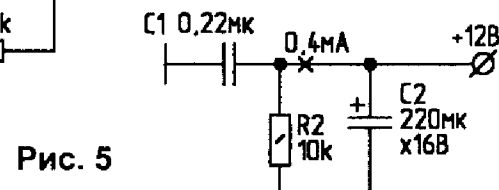
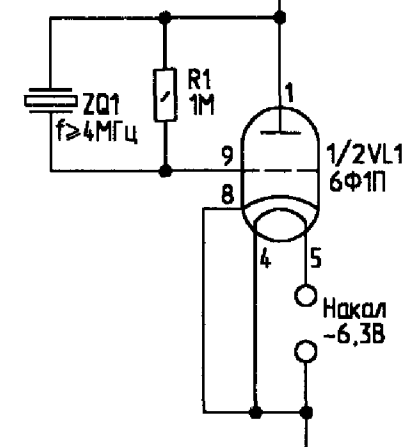
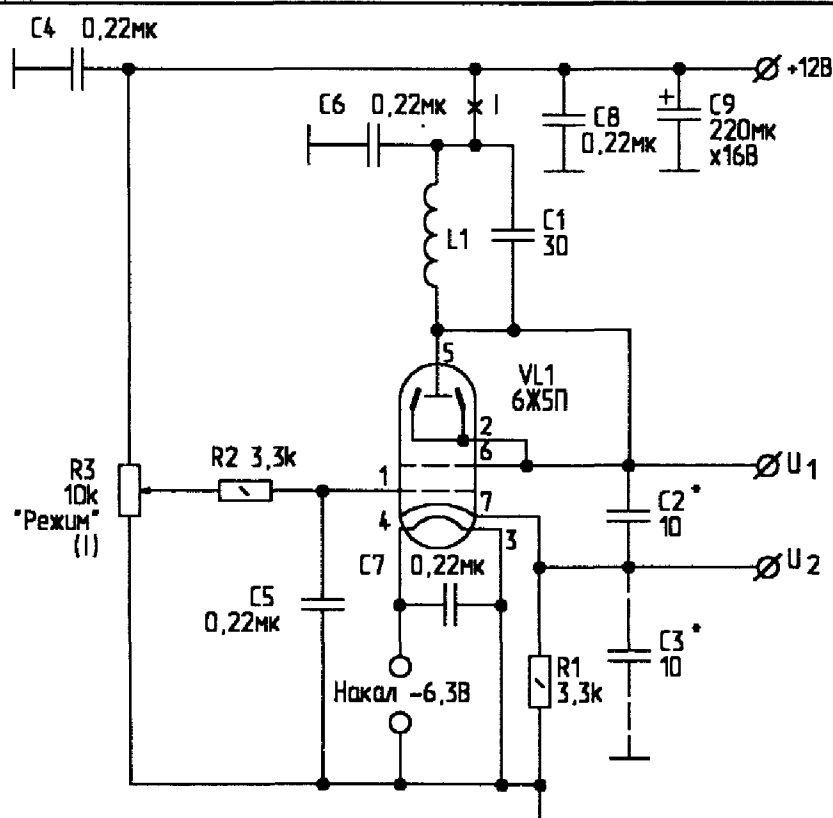

Рис. 5
Рис. 6
Рис. 7
Рассмотрим как пример ламповую реализацию неполной схемы кварцевого автогенератора Пирса (рис.5). Схема является неполной, поскольку в ней не устанавливались конденсаторы между сеткой и "землей" и между анодом и "землей". Однако эти конденсаторы на самом деле присутствуют — их роль выполняют межэлектродные емкости лампы сетка-катод ($C_{СК}$) и анод-катод ($C_{АК}$). Это обстоятельство отражено на рис.6, где показана эквивалентная схема рассматриваемого автогенератора. Как видно из рис.6, в осцилляторной трехточечной схеме кварц возбуждается на той частоте, где сопротивление его носит индуктивный характер, т.е. внутри резонансного промежутка кварца. Для трехточечных осциллярных схем вы-
Из соотношения (2), вроде бы, следует, что в схеме, представленной на рис.5, должны генерировать кварцы на любую частоту. Однако, как показали эксперименты, в этой схеме генерируют малогабаритные кварцы только на частоту 4 МГц и более. По-видимому, кроме условия баланса фаз, следует также учитывать и условие баланса амплитуд. Невыполнение баланса амплитуд для низкочастотных кварцев, на мой взгляд, не позволяет им генерировать в такой схеме. Выражение для баланса амплитуд получается значительно более сложным, чем для баланса фаз. Необходимы данные по ВАХ лампы. Но с практической точки зрения более существенным является постоянство величин $C_{СК}$ и $C_{АК}$ лампы.
зали весьма высокую стабильность частоты генерируемых колебаний. При этом частотомер подключался через хороший буферный каскад к аноду лампы. Конечно, стабильность генерируемых колебаний в полной схеме Пирса получалась несколько лучшей, чем в неполной схеме, тем не менее, и схема, приведенная на рис.5, имеет достаточно высокую стабильность, что позволяет использовать ее на практике.
Ламповый автогенератор с общей сеткой. Следующая схема интересна тем, что лампу можно заменить ВЧ п-р-п-транзистором (например, КТ315А), не изменяя при этом номиналы деталей. Такая схема (рис.7) наглядно показывает родственную связь между различными типами усилительных приборов, у которых управляющий электрод заземлен по ВЧ. А ведь лампы и транзисторы работают на совершенно различных принципах!
Однако, несмотря на простоту схемы, процессы, происходящие в таком автогенераторе, достаточно сложны. Будем измерять ВЧ-напряжение относительно "земли" в двух точках схемы (U_1 и U_2 на рис.7) в зависимости от тока I. Для изменения I перемещаем движок R3. Измерения проводятся ВЧ-вольтметром с высоким входным сопротивлением (чтобы не "сорвать" генерацию).
Отмечу, что схема генерирует и в отсутствие C7. При исследовании схемы отмечаются гистерезисные явления, что также свидетельствует о сложности явлений, происходящих в данной схеме. Схему, представленную на рис.7 (как и схему на рис.5), можно отнести к универсальным схемам, в которых лампу можно спокойно заменить на транзистор, и наоборот, без нарушения работоспособности. При этом не требуется изменения номиналов элементов и напряжения питания.